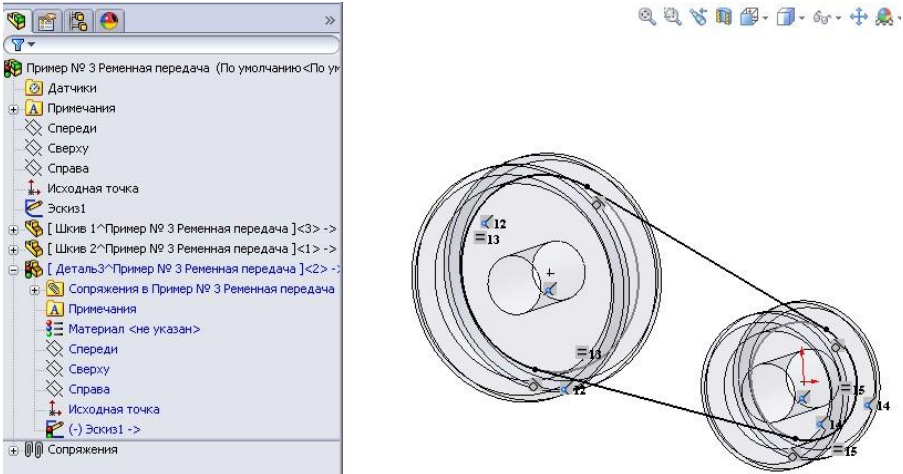

Рисунок 11.78 - Вилучення внутрішніх частин дуг
16. Вилучимо дуги окружностей, не що брати участь у формуванні геометрії ремня (внутрішні частини дуг) (рис. 11.78).